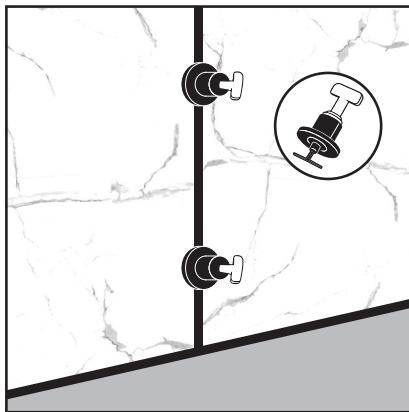

Figure 5
2. Installez les entretoises (Figure 5). Nous recommandons de placer des espaceurs de 1/8 de pouce entre chaque panneau et entre les panneaux et le sol.